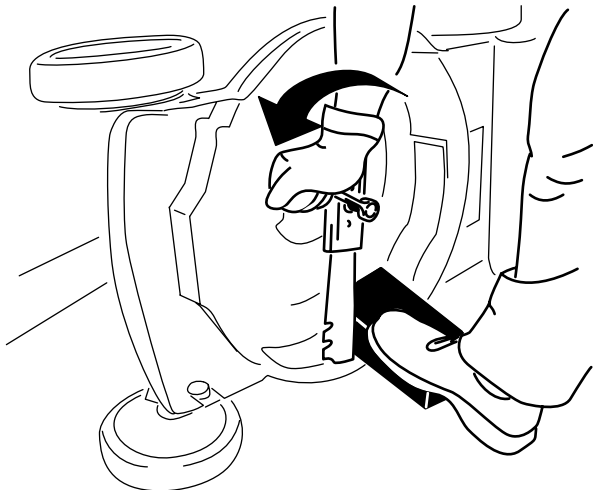

Figura 28
3. Usate un blocco di legno per tenere ferma la lama (Figura 28).
4. Togliete la lama e conservate la bulloneria di montaggio (Figura 28).